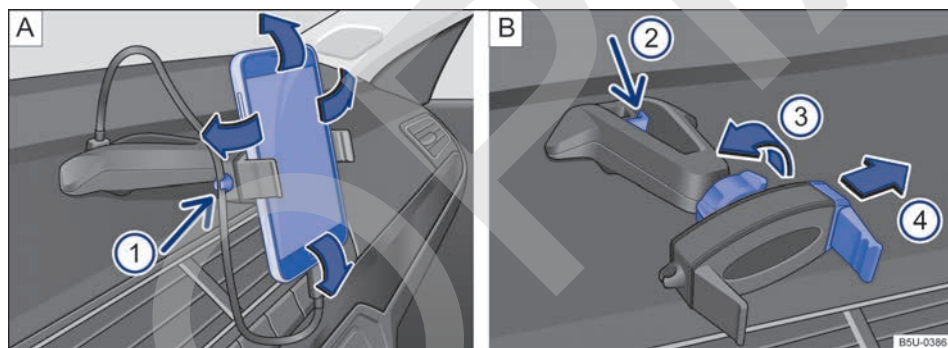

Fig. 144 En la consola central: soporte para smartphone y ajustes.
- Sujetar el soporte con una mano y presionar la tecla de desbloqueo → fig. 144 B ② (flecha).
- Con la varilla → fig. 144 B ④ mover en la dirección de la flecha, e instalar el smartphone en el alojamiento.
- Con la otra mano mover la varilla → fig. 144 B ④ hasta que se pueda retirar el aparato del alojamiento.
- Colocar el cable USB en la entrada cargador USB del soporte existente en el panel de instrumentos → fig. 144 **A**.
- Sujetar el cable en el soporte → fig. 144 **A** ①.
- Para liberar el movimiento del soporte, girar la traba → fig. 144 **B** ③ en la dirección opuesta de la flecha.
- Para fijar la posición, girar la traba en el sentido de la flecha ③ → fig. 144 **B** hasta la fijación completa del soporte.
**i** El soporte para smartphone tiene una garantía de 3 años, con excepción de la varilla deslizante (garra) → fig. 144 **B** ④ que tiene garantía de 1 año.